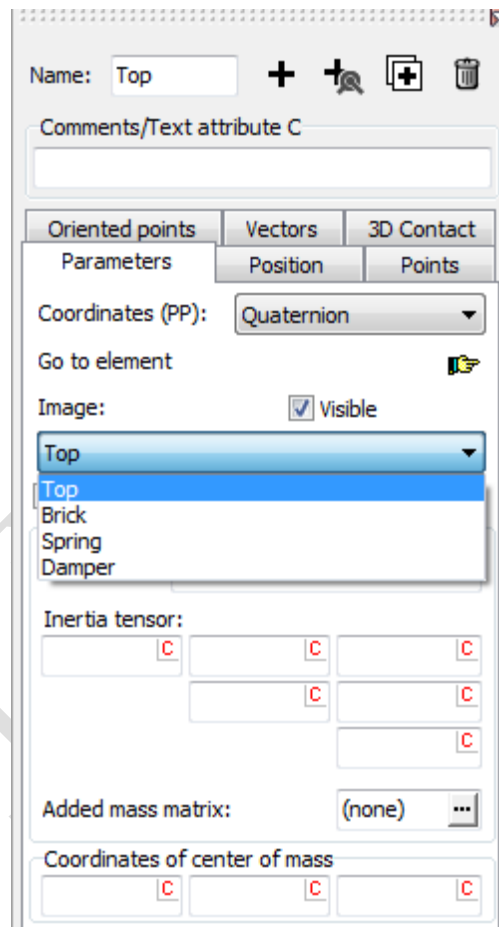

图 2.6 创建刚体 Top
3. 从 **Image** 下拉菜单中选择 **Top**，如图 2.6 所示。